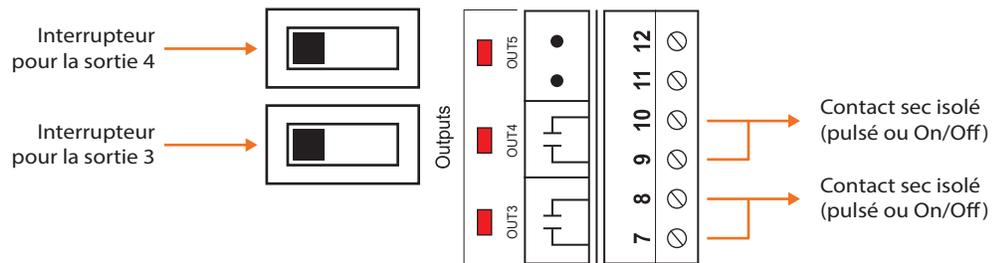

Figure 18 - Sorties 3 et 4 passives
2) Position de l'interrupteur pour obtenir une **sortie passive** (voir figure 18):